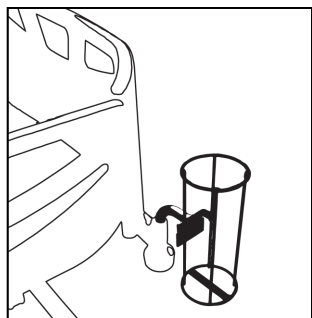
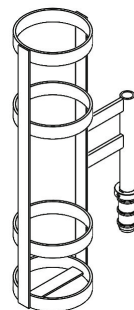

図 27 – 酸素ポンベホルダーを取り付ける (MM006)
図 28 – 酸素ポンベホルダーを取り付ける (MM061/MM062/MM063)
1. 酸素ポンベホルダーを頭側端部そばの2つの付属スリーブのいずれかに挿入します (図 27、図 28)。